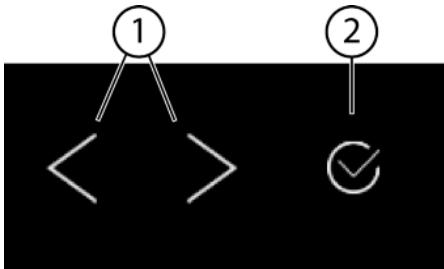
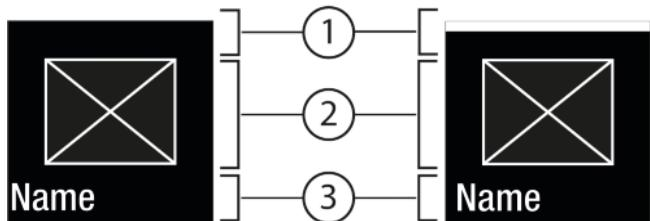
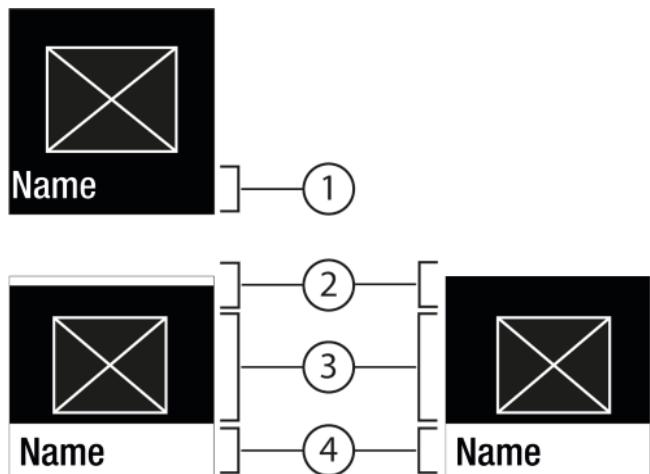

Fig. 6
Fig. 7
Fig. 8
(1) Стрелка за навигация ляво / дясно (2) Потвърждаване ляво / дясно
Стрелка за навигация ляво / дясно Fig. 6 (1):
Потвърждаване Fig. 6 (2):
- Навигиране със стрелка за навигация ляво / дясно Fig. 6 (1).
- С Потвърждаване Fig. 6 (2) функцията / настройката се активира Fig. 7 (1) / деактивира Fig. 7 (1).
- С Потвърждаване Fig. 6 (2) се извиква подменюто Fig. 8 (4).
- Настройване на нова стойност: С Потвърждаване Fig. 6 (2) изберете деактивирана стойност Fig. 7 (1).
- Обратно в менюто: С Потвърждаване Fig. 6 (2) изберете вече активираната стойност Fig. 7 (2).
- Натискайте стрелките за навигация Fig. 6 (1) дотогава, докато се покаже функцията .
- Натиснете Потвърждаване Fig. 6 (2).
- Със стрелките за навигация Fig. 6 (1) изберете стойността за настройка.
- Състояние: активирано Fig. 7 (1) се появява за кратко в подменюто Fig. 8 (4).
- Натискайте стрелките за навигация Fig. 6 (1) дотогава, докато се покаже Настройки .
- Натискайте стрелките за навигация Fig. 6 (1) дотогава, докато се покаже желаната настройка.
- Натиснете Потвърждаване Fig. 6 (2) в продължение на 3 секунди.